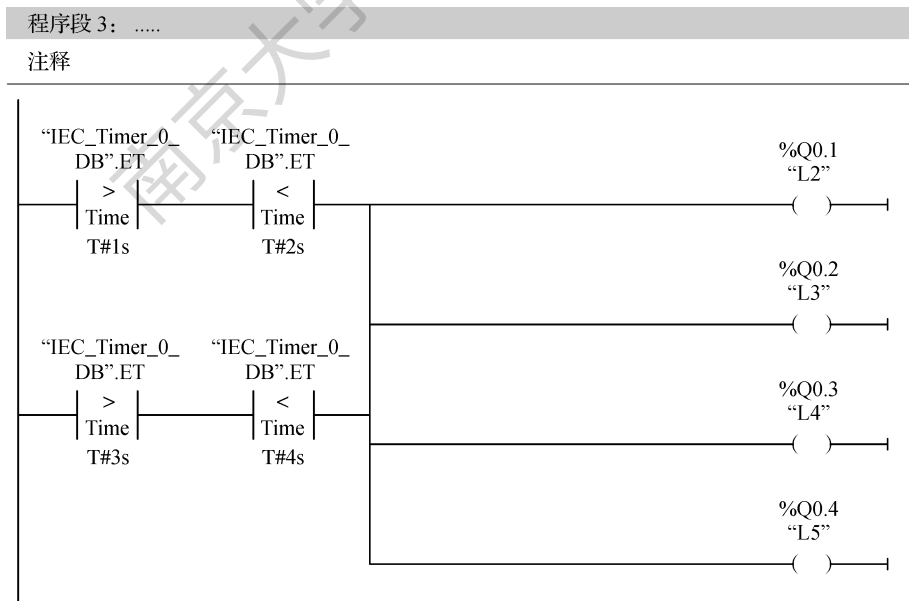

图 3-9 程序段 3
(3) 程序段 3: 设置 1—2 s 和 3—4 s 天塔之光模块的控制要求, 在 1—2 s 和 3—4 s 时, 信号灯 L2、L3、L4、L5 常亮, 如图 3-9 所示。